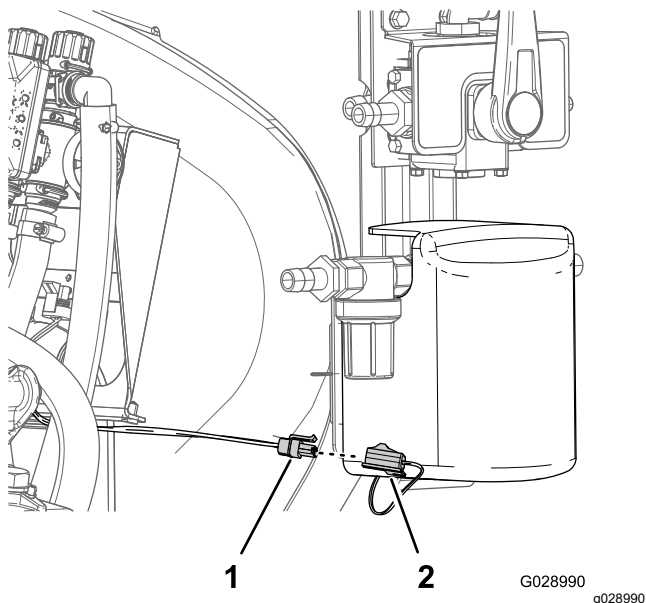

Figura 30
1. Aliniați conectorul electric cu 2 mufe al fasciculului de cabluri cu conectorul electric cu 2 tifturi pentru pompa de clătire (Figura 30).
2. Apăsai pentru a uni cei 2 conectori, până când se fixează clichetul conectorului cu 2 mufe (Figura 30).